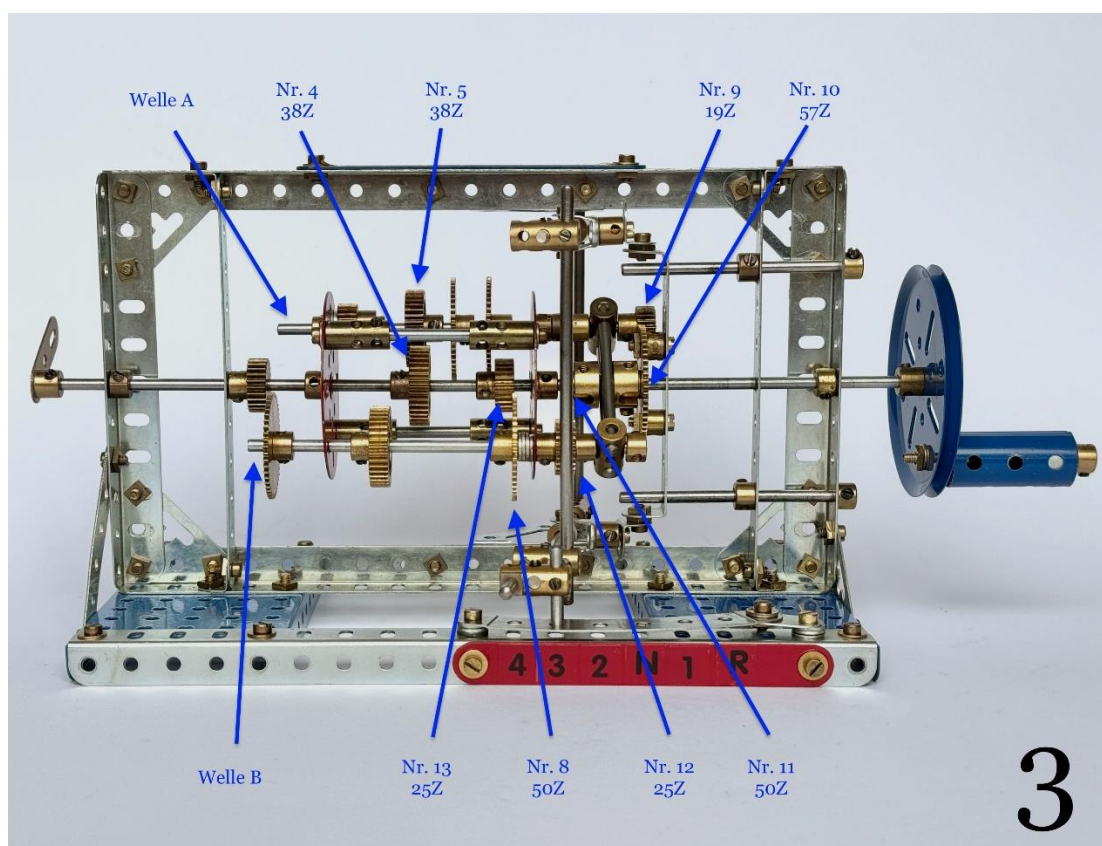

Abb. 10: Schaltbild 3. Gang
**3. Gang (Abb. 10):** Durch die weitere Verschiebung des Planetenträgers nach links kämmt nun das Antriebsritzel 13 mit Zahnrad 8 auf der Welle B. Das Ritzel 12 auf der gleichen Welle rollt auf dem drehfesten Zahnrad 11 ab und versetzt den Planetenträger in Drehbewegung. Die Zahnräder 10 und 11 sind durch Verschieben der